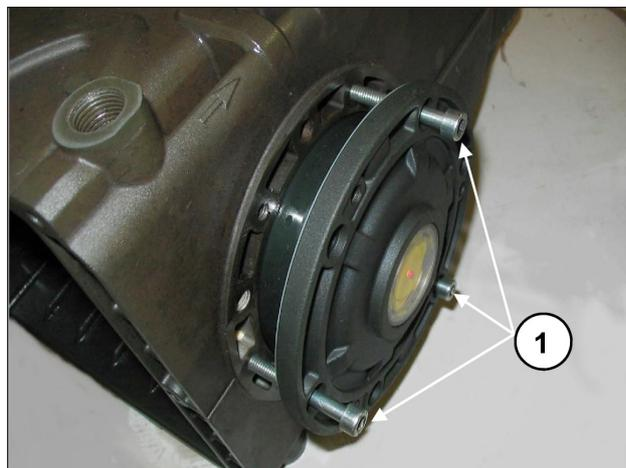

Fig. 8
Pour faciliter l'emboîtement du premier tronçon et la mise en place correspondante des couvercles sur le carter, il est conseillé d'utiliser 3 vis M6 x 40 partiellement filetées, (Fig. 8, rep. ①) et de compléter l'opération avec les vis fournies (M6x16).
Pour l'assemblage des deux couvercles latéraux au carter, on peut utiliser 3 vis M6x40 pour une première phase d'orientation, comme préalablement représenté à la Fig. 8, et les vis prévues pour la fixation finale.